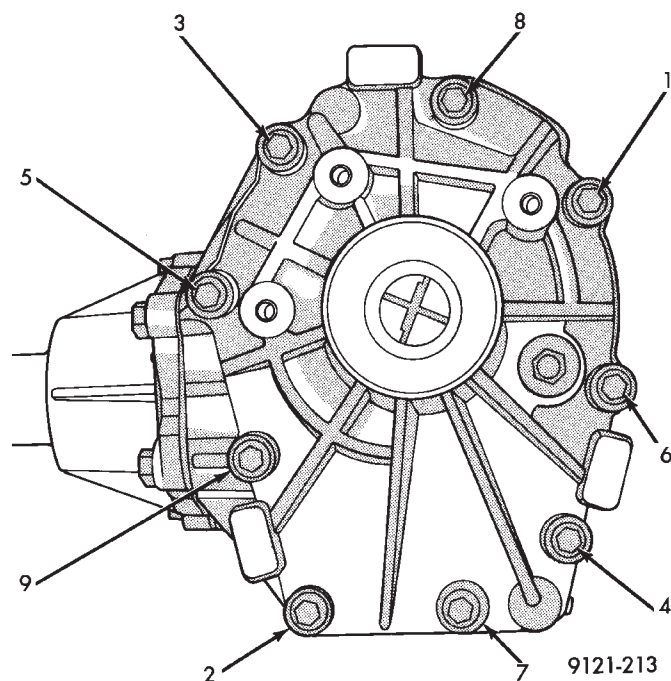

Fig. 40 Seqüência de Aperto do Parafuso
(5) Coloque a tampa da extremidade na caixa do P. T. U. e coloque os parafusos. Aperte-os com um torque de 28 N·m (250 pol.-lb.) na seqüência mostrada na (Fig. 40). Reaperte o primeiro parafuso depois que os outros já tiverem sido apertados.